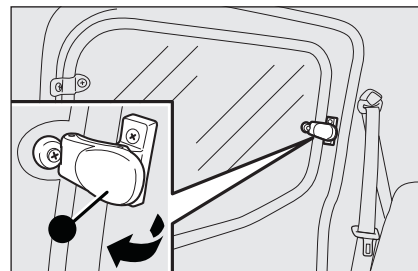

fig. 60
- ☐ druk de hendel **A**-fig. 60 naar buiten totdat de ruit geheel geopend is.